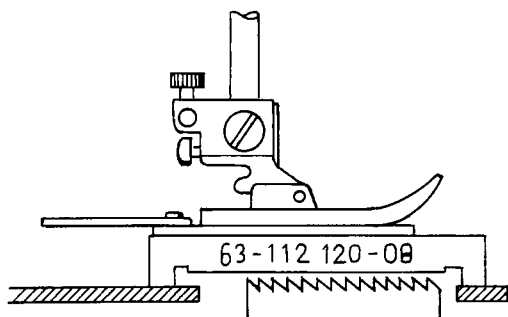

Fig. 4a
- Die Brückenlehre Nr. 63–112 120–08 unter den Klarsichtfuß legen (siehe Abb. 4a).
- Place the bridge-type gauge No. 63-112 120-08 under the clear-view sewing foot (Fig. 4a).
- Engager le calibre en pont n° 63-112 120-08 sous le pied à semelle en plexiglas (voir fig. 4a). Le pied à semelle en plexiglas devrait reposer sans jeu sur le calibre en pont.